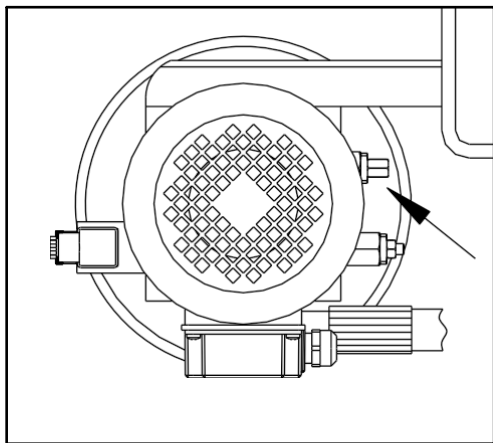

Fig. 11
- ◆ A válvula de pressão máxima (Fig. 11), localizada unidade de potência do óleo hidráulico, accionará se o elevador estiver sobrecarregado.